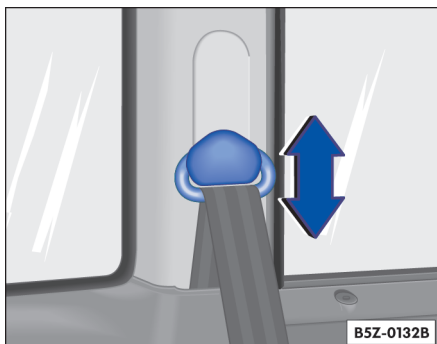

Fig. 17 Ubicación del regulador en altura del cinturón de seguridad
- Presione el dispositivo para ajustar la altura ⇒ fig. 17.